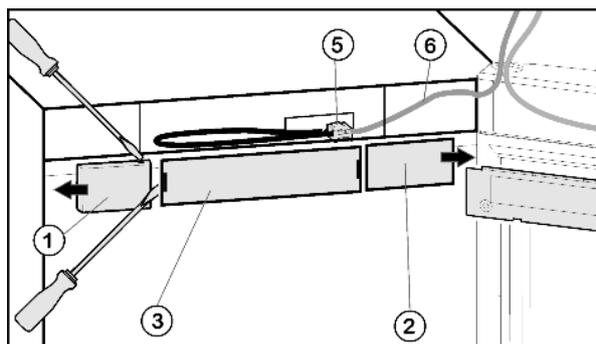

Fig. 4
- ▶ Снятие крышки со стороны ручки Fig. 4 (1): справа выведите из фиксатора при помощи плоской отвёртки и сдвиньте наружу.
- ▶ Снятие крышки со стороны шарнира Fig. 4 (2): слева выведите из фиксатора при помощи плоской отвёртки и сдвиньте наружу.
- ▶ Снимите переднюю накладку Fig. 4 (3) с помощью плоской отвёртки.
- ▶ Снимите контакт и извлеките разъем Fig. 4 (5).
- ▶ Высвободите из направляющей серый кабель Fig. 4 (6).
- ▶ Снова установите разъем Fig. 4 (5).